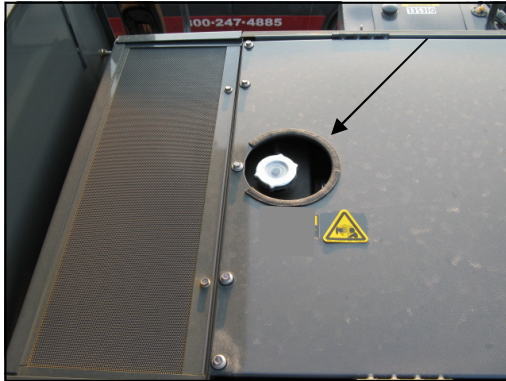

FIG 7.6
**REVISAR CONCENTRACION** - El tapón del radiador se ubica inmediatamente debajo de la parte trasera de la estación del operario.(fig. 7.6). Nunca quite el tapón de un motor caliente. Siempre permita que el motor se enfríe antes de realizar el servicio al sistema de enfriamiento.